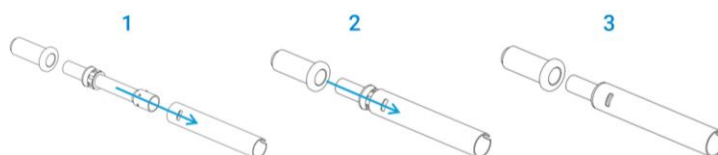

図12 セラミック製外側チューブセットの組み立て
1. ポリマーアダプタに当たるまで、中間チューブをセラミック製外側チューブに慎重に挿入します 図12 を参照してください。